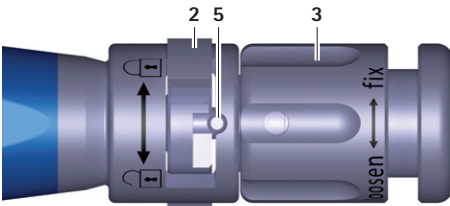

Abb. 4 Nahaufnahme Einsetzinstrument, Probeimplantat/Implantat verspannt
- Drehmutter **3** am Einsetzinstrument **A** im Uhrzeigersinn (Richtung "fix") drehen, bis Probeimplantat verspannt ist, siehe Abb. 4.
- Drehmutter **3** am Einsetzinstrument **A** im Uhrzeigersinn (Richtung: "fix") drehen, bis Implantat verspannt ist, siehe Abb. 4.